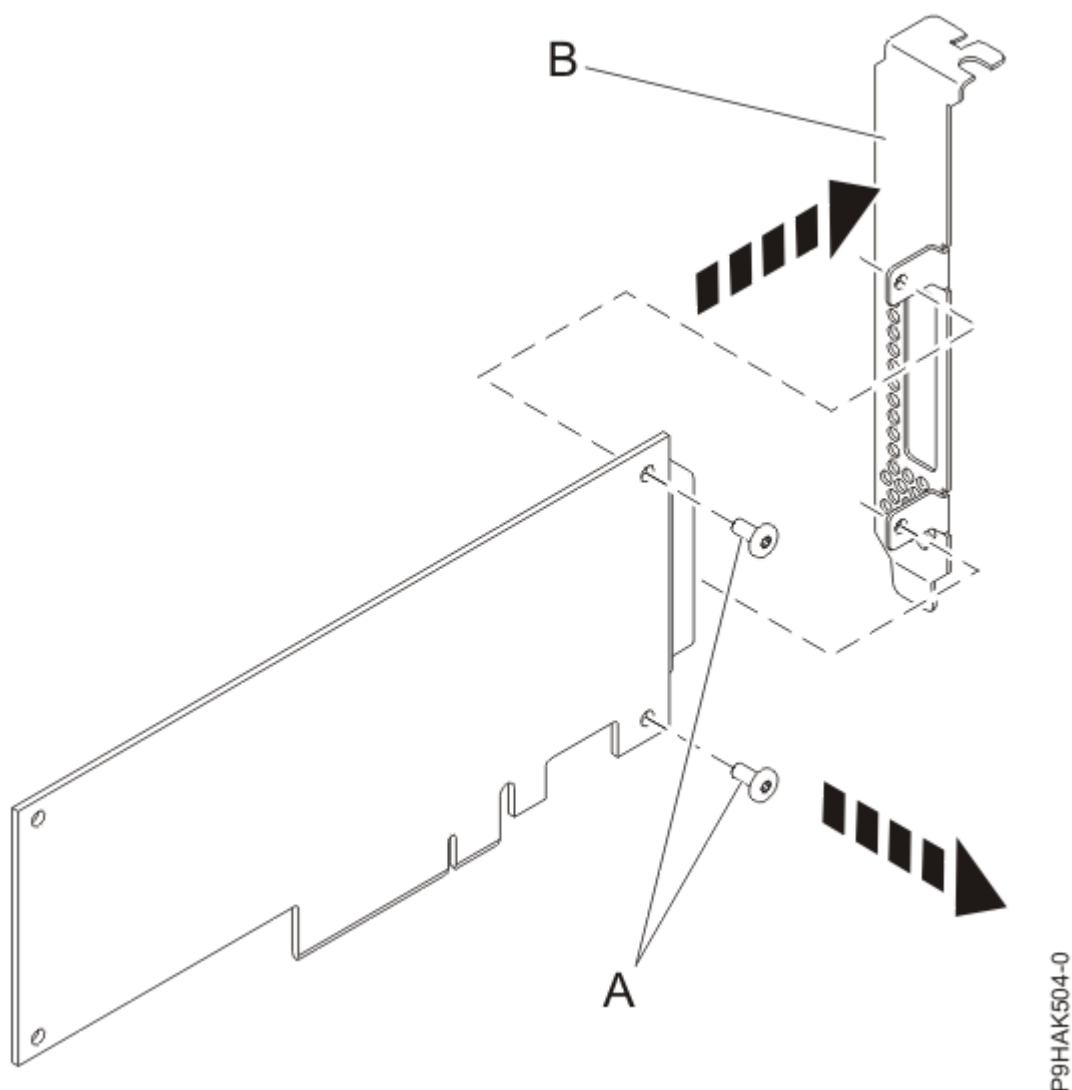

図 38. 新しいアダプターからのハイプロファイル・テール・ストックの取り外し
8. 55 ページの図 38 に示すように、プラスのねじ回しを使用して、ハイプロファイル・テール・ストック (B) を新しいアダプターに取り付けている 2 個の留めねじ (A) を外します。